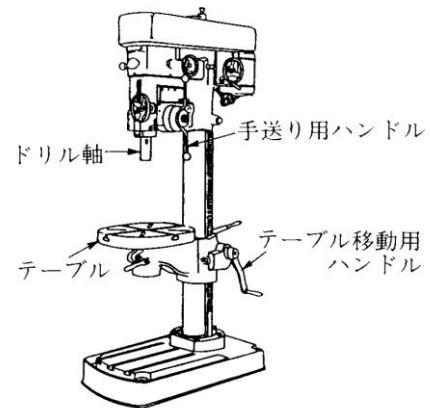

図 2.2 直立ボール盤
2.3.3 ボール盤（図 2.2 に示すような工作機械）
- ① 工作物はテーブルまたは万力に固定し、確実に取り付けること
- ② 回転しているドリルには、手をふれたり、顔を近づけたりしないこと
- ③ ドリルの取り付け、取り外し後はチャックハンドルを必ず取り外すこと
- ④ 穴あけの終わり近くや、ドリルを戻すとき工作物が振り回されやすいので気をつけること
- ⑤ 回転中はドリルや工作物が飛んでも安全な位置、距離を確保すること
- ⑥ ハンドルに無理な力を加えないこと
- ⑦ 加工穴には返り(バリ)があるので注意すること。